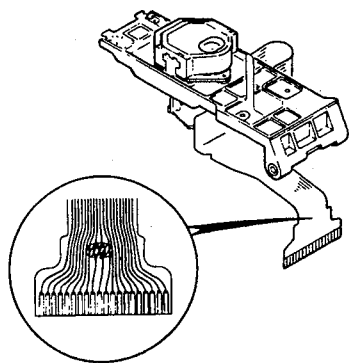

Fig. 3-1
- Before removing the pickup assembly be sure to solder -bridge where indicated in the inset (Fig. 3-1) to prevent the laser diode from being electrostatically damaged. After replacing the pickup assembly, be sure to unsolder the antistatic bridge. Or else the laser diode does not function.
- ピックアップ ASSY を外すときは、レーザーダイオードの静電破壊防止のため、必ず斜線部分 (Fig. 3-1) を半田ブリッジしてから作業をしてください。また、取り付ける場合も取り付け後に半田ブリッジを外してください。